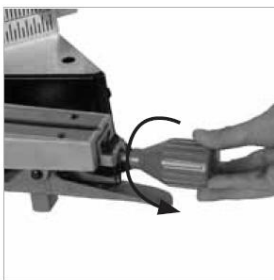

Fig. 30
Ослабьте рукоятку поворотного механизма (10) (**Fig.30**) поворотом ее против часовой стрелки